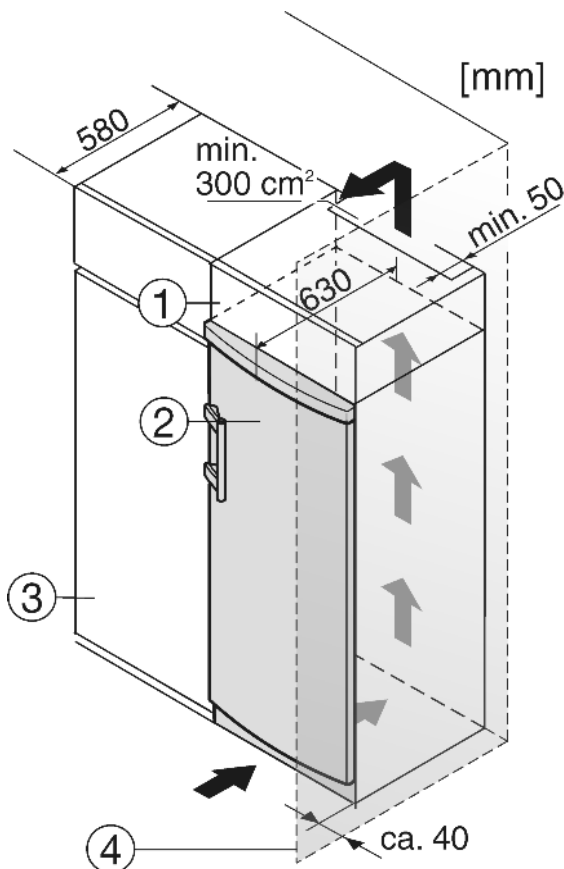

Fig. 8
(1) Nastavná skříňka
(2) Přístroj
(3) Kuchyňská skříň
(4) Stěna
Zařízení lze zabudovat do vybavení kuchyně. K vyrovnání přístroje Fig. 8 (2) na výšku kuchyňské linky lze na přístroj nasadit odpovídající nástavec Fig. 8 (1).
Při montáži do kuchyňských skříní (hloubka max. 580 mm) lze přístroj instalovat hned vedle kuchyňské skříně Fig. 8 (3). Dvířka přístroje přesahují přední stěnu kuchyňské skříně na stranách o 34 mm a uprostřed o 50 mm. To umožňuje jejich volné otevírání a zavírání.
Když se přístroj instaluje závěsy vedle stěny Fig. 8 (4), musí být vzdálenost přístroje od stěny alespoň 40 mm. To odpovídá přesahu madla při otevřených dveřích.